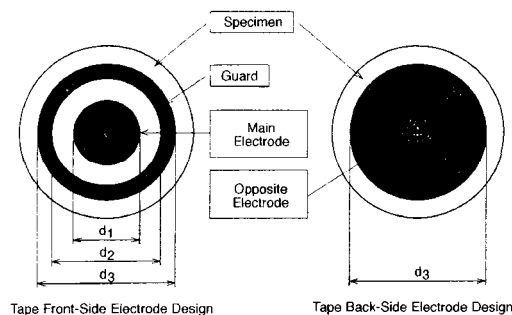

図 1
6.1 マイクロメータで試料の厚さを測定する。試料に電極を取り付ける。電極は、図 1 に示されている電導性エポキシまたはアルミニウム蒸着によって形成する。